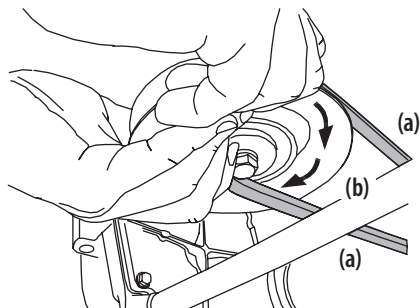

Figure 41
- d. Tout en maintenant la courroie de la PDF (a) vers le bas, continuez à faire tourner la poulie de la PDF (b) jusqu'à ce que la courroie de la PDF (a) se déroule de la poulie de la PDF (b). Consultez la Figure 41.
8. Tirez le côté droit de la courroie de la PDF vers l'arrière, puis placez le côté en « V » étroit de la courroie de la PDF dans la poulie de la PDF. Consultez la Figure 41.
9. Tout en tenant ensemble la courroie et la poulie de la PDF, faites tourner la poulie de la PDF vers la gauche (consultez la Figure 41). Continuez à tenir et à faire tourner la poulie et la courroie de la PDF jusqu'à ce que la courroie de la PDF soit complètement enroulée dans la poulie de la PDF.